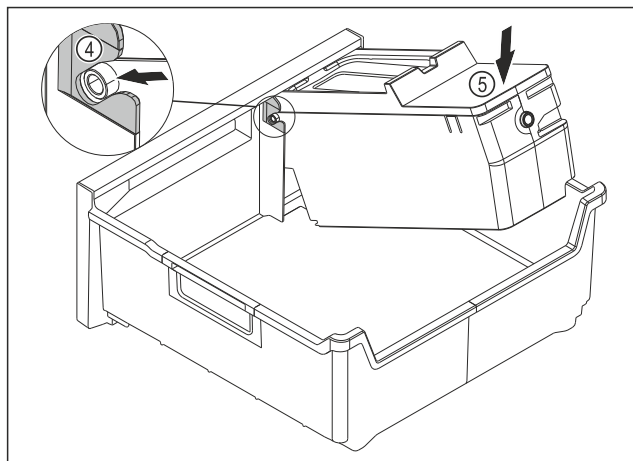

Fig. 148
- ▶ Montering af EasyTwist-Ice-legemet: Skub EasyTwist-Ice-legemets akser ind i føringerne Fig. 148 (4).
- ▶ Tryk EasyTwist-Ice-legemet Fig. 148 (5) ned bagtil.